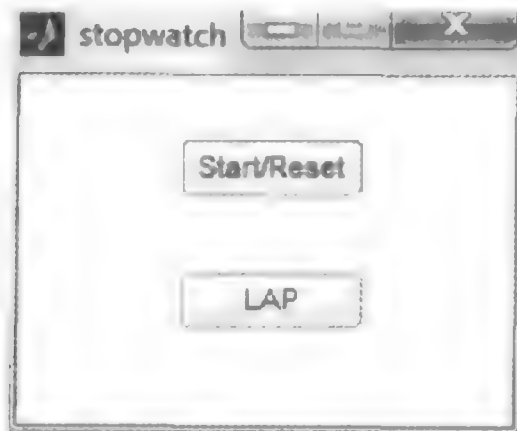

图 3.7.19 执行 GUI
(8) 单击 GUI 界面编辑器的工具栏按钮,执行该 GUI,如图 3.7.19 所示。